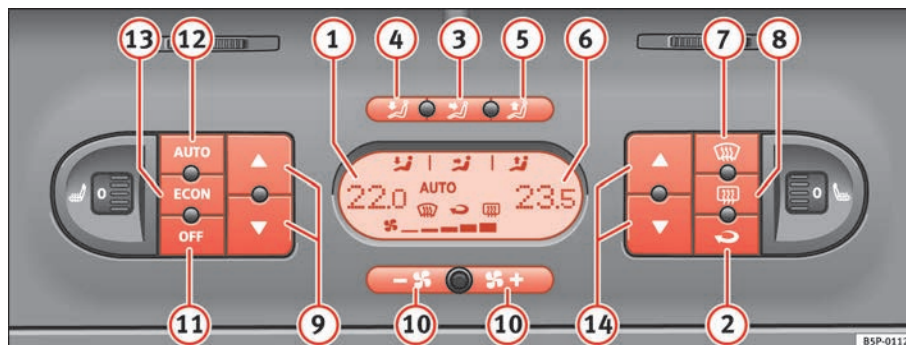

Fig. 133 Mandos del 2C-Climatronic en el tablero de instrumentos
- Para activar el modo manual pulse una de las teclas ⇒ página 167, fig. 133 (3) al (5), la tecla **ECON** o pulse las teclas de la turbina (10). El símbolo **AUTO** desaparecerá del display.
- Pulse la tecla  ⇒ página 167, fig. 133  para conectar o desconectar la recirculación de aire. Está conectada si en el display aparece el símbolo .